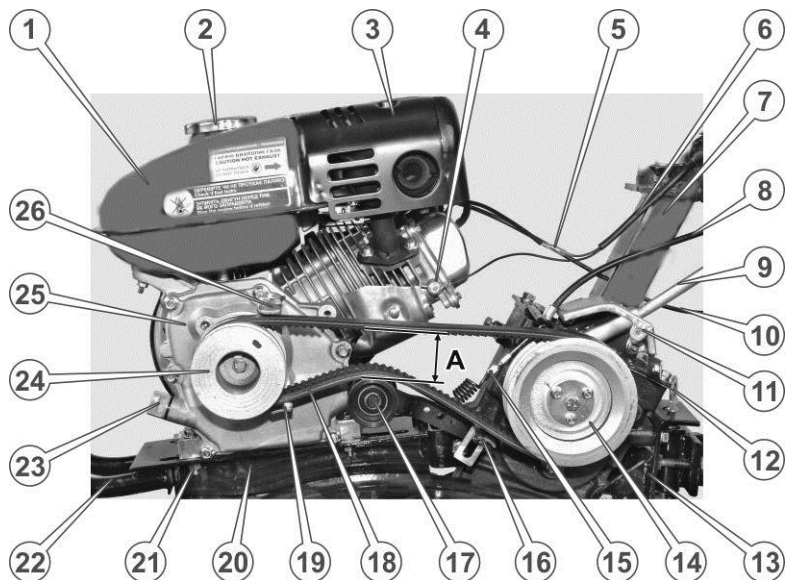

Рисунок 8. – Вид без кожуха реміної передачі
9. Дістати з меншої пакувальної коробки зібраний двигун мотоблока, оглянути його з метою виявлення можливих механічних пошкоджень. Встановити двигун на раму мотоблока (див. рисунок 8.) та закріпити болтами, які передбачені в комплекті кріпильних виробів.
21. У разі необхідності – відрегулювати положення притискного ролика таким чином, щоб за умови відпущеного зчеплення паси вільно провисали, але не спадали зі шківів. Якщо зчеплення затиснуте, повинен забезпечуватися щільний, без прослизання, контакт пасів зі шківями, за цих обставин відстань між нижньою та верхньою гілками пасів повинна становити 60-65 мм (див. розмір «А» на рисунок 8.)